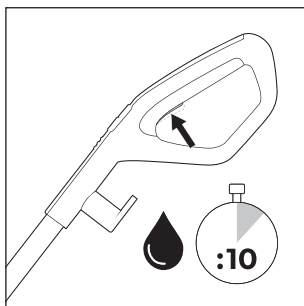

Rys. 16
- ◆ Odwin kabel zasilający **17** całkowicie z uchwytów kabla górnego i dolnego **16/20**. Aby szybko odwinąć kabel zasilający **17** z uchwytów kabla **16/20**, wyciągnij nieco górny uchwyt kabla **16** i obróć go w dół (patrz rys. 16).